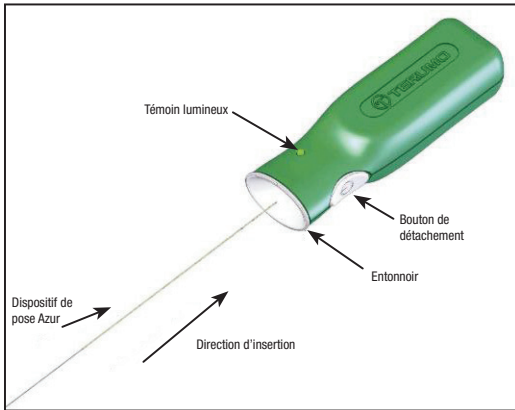

Figure 2 - Contrôleur de détachement Azur
14. Avant d'utiliser le dispositif, retirer l'extrémité proximale du dispositif de pose de l'anneau d'emballage. Veillez à ne pas contaminer cette extrémité du dispositif de pose avec des substances étrangères telles que du sang ou du produit de contraste. Insérer fermement l'extrémité proximale du dispositif de pose dans l'entonnoir du contrôleur de détachement AZUR. Voir la Figure 2. **Ne pas appuyer sur le bouton de détachement à ce moment-là.**
31. Connecter l'extrémité proximale du dispositif de pose au contrôleur de détachement AZUR en insérant fermement l'extrémité proximale du dispositif de pose dans la section entonnoir du contrôleur de détachement AZUR. Voir la Figure 2.